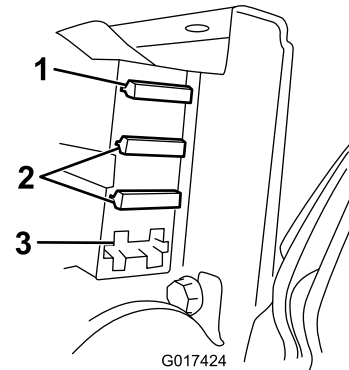

Bild 36
3. Prüfen Sie die Sicherungen im Sicherungsblock (Bild 36).
- Wenn Sicherungen durchgebrannt sind, wechseln Sie sie mit einer Sicherung (passende Watt und Ampere) aus (Bild 36).